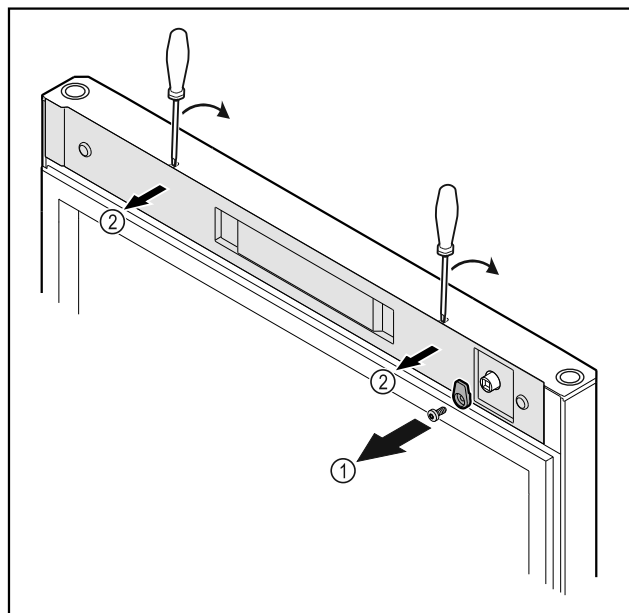

Fig. 10
- Csavarja le a reteszelő kampót Fig. 10 (1).
- Pattintsa ki a burkolatot Fig. 10 (2) egy csavarhúzó segítségével, és vegye le.